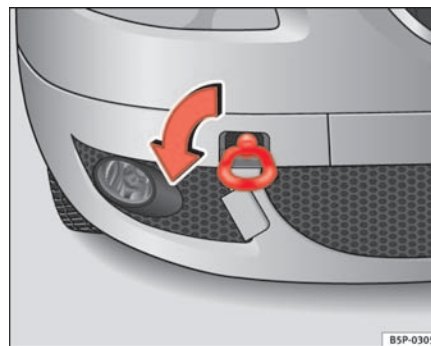
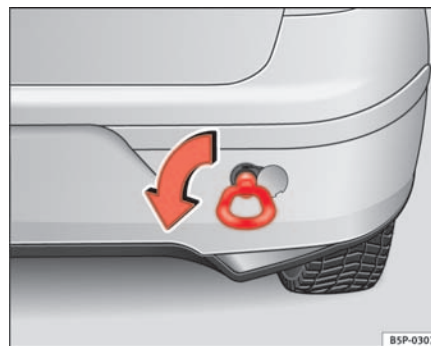

Fig. 201 Atornillado de la argolla de remolque en la parte delantera derecha del vehículo
Fig. 202 Atornillado de la argolla de remolque en la parte trasera del vehículo
- Atornille la argolla hasta el tope hacia la *izquierda*, en el sentido que indica la flecha, tanto en la parte delantera ⇒ página 275, fig. 201, como en la trasera ⇒ página 275, fig. 202.